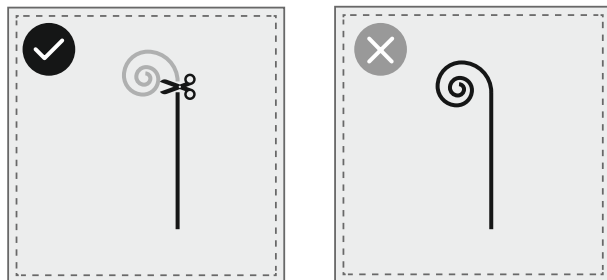

Рис. 19
- 3) При установке магнитной полосы следите за тем, чтобы магнитная полоса была прямой. Если магнитная полоса слишком длинная, отрежьте излишки (рис. 19).